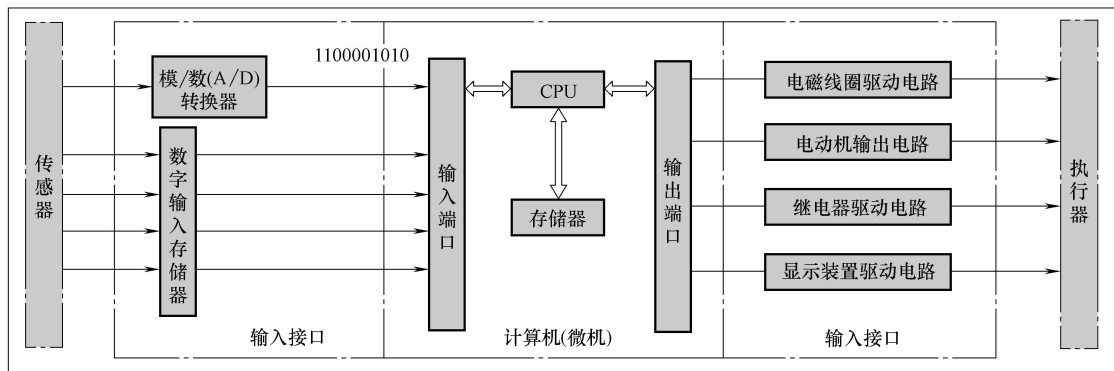

图 4-25 电子控制单元组成
(2) 电子控制单元组成 电子控制单元 (ECU) 主要由输入回路、A/D (模拟/数字) 转换器、微处理器、输出回路等组成 (图 4-25)。